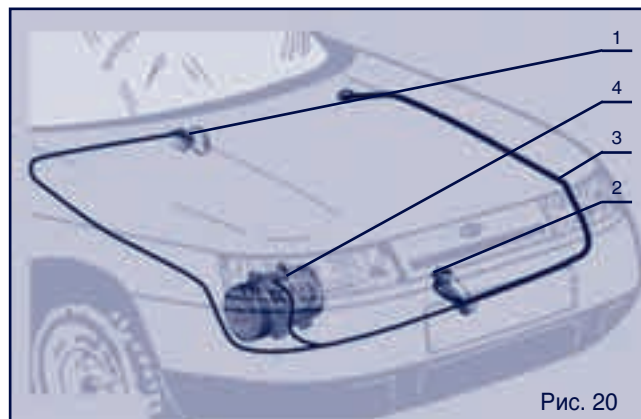

Рис. 20
Установка жгута проводов кондиционера в моторном отсеке. Рис. 20
1. Установить на автомобиль жгут проводов кондиционера и проложить из салона в моторный отсек, согласно рис. 20. Через отверстие для установки жгута проводов моторной группы в щитке передка при помощи стальной проволоки $\varnothing 2\text{мм}$ с закреплённым к нему длинным концом жгута протаскать жгут через скрытую полость левого лонжерона моторного отсека
3. Закрепить терморегулятор Рис. 20 двумя винтами М4 внутри воздуховода.
4. Установить капилляр терморегулятора (Рис. 20 Поз. 2) в потоке выходящего воздуха из испарителя.